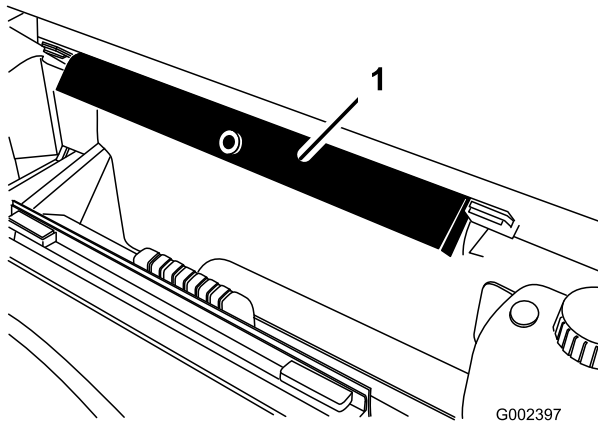

Bild 11
8. Nehmen Sie die Ladepritschenstütze aus den Einlagerungshalterungen hinten an der Überrollschutzplatte (Bild 11).